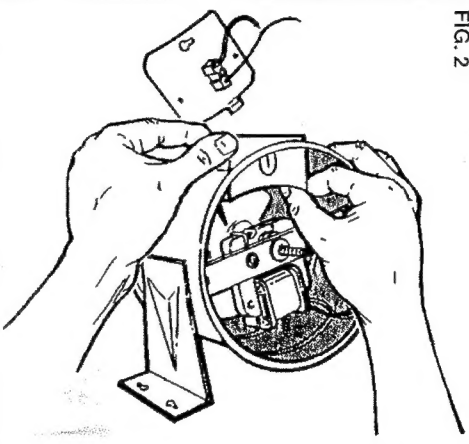

FIG. 2
2. Pull outlet box into housing and lift out. (FIG. 2)
2. Tire la caja de conexiones que está dentro de la caja principal, y saquea. (FIG. 2)